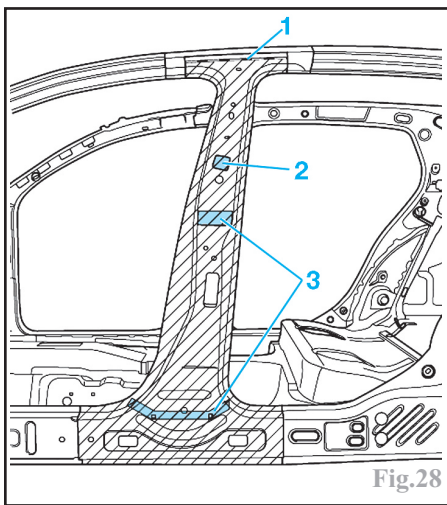

Fig.28
Ligne de coupe (1) à respecter impérativement (Fig.28)